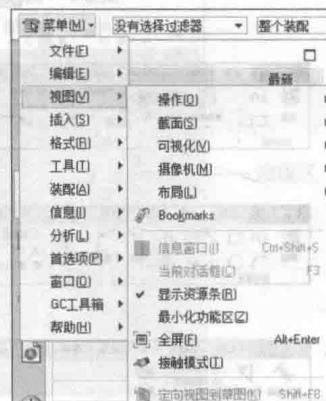

图 1-14 “视图”菜单
- “视图”菜单：该菜单主要用于模型的显示控制，包括操作、可视化以及布局等，如图 1-14 所示。